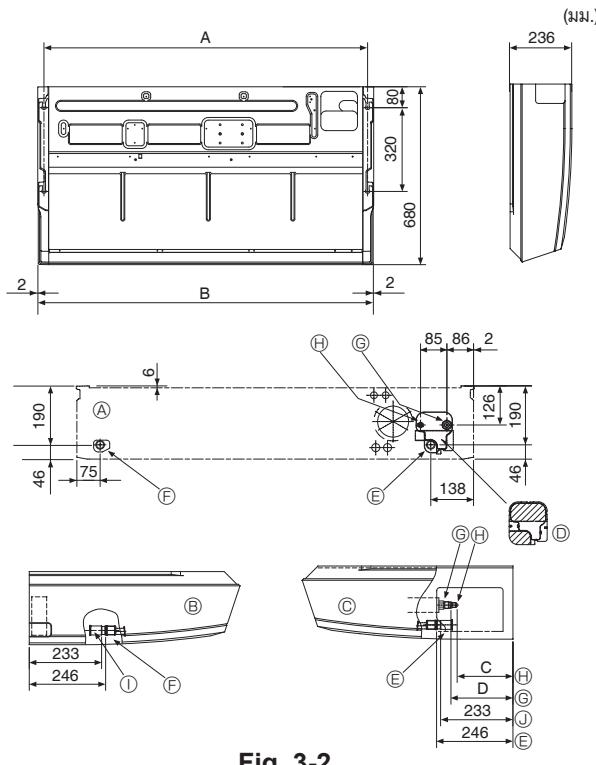

Fig. 3-2
②	ผ้าครอบท่อ	1 อัน ขนาดใหญ่ (ใช้สำหรับท่อแก๊ส)
③	ผ้าครอบท่อ	1 อัน ขนาดเล็ก (ใช้สำหรับท่อของเหลว)
④	ยาน้ำดัด	4 อัน
⑤	ตัวเชื่อมข้อต่อ	1 อัน โดยมีคำว่า "UNIT" ติดอยู่
⑥	ผ้าครอบข้อต่อ	1 อัน
⑦	ปลอกท่อที่อน้ำทึบ	1 อัน
⑧	รีโมทคอนโทรลแบบไร้สาย	1 อัน
⑨	พาวเวอร์ไมโครบล็อก	1 อัน
⑩	ถ่านแบตเตอรี่อัลคาไลน์ (ขนาด AAA)	2 อัน
⑪	สกรู 3.5 x 16	2 อัน
3.2. การเตรียมการติดตั้ง (Fig. 3-2)